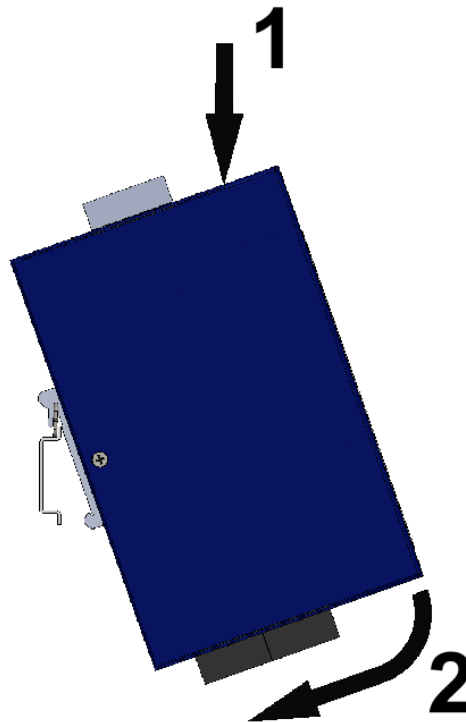

Abbildung 3: Montage auf DIN-Tragschiene
Die **EL-1000-4GM**-Switches sind mit einer Befestigung für 35mm Hutschienen nach DIN EN 60175 ausgerüstet. Zur Montage auf der Hutschiene rasten Sie die Geräte an der Oberseite in die Schiene ein (Abbildung 3) und drücken sie dann gegen die Federkraft im Hutschieneclip nach unten (1) und anschließend zur Montageplatte hin (2). Die Hutschienebefestigung verriegelt durch die Federkraft.